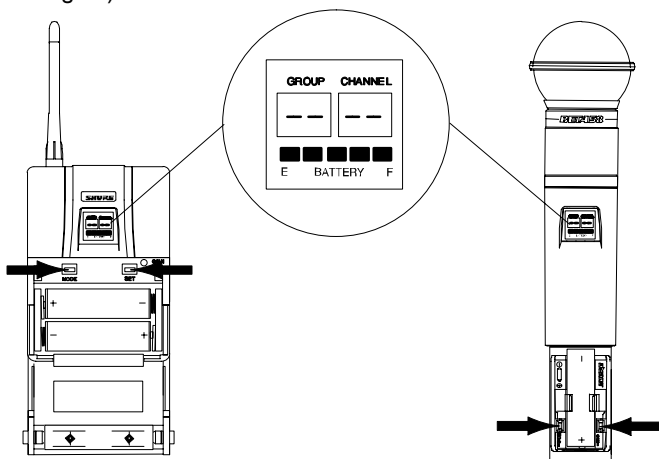

ABBILDUNG 45
3. Um zu überprüfen, ob die Frequenzsicherung eingeschaltet ist, die MODE- oder SET-Taste drücken. Ist die Funktion aktiviert, erscheint „—“ auf der Senderanzeige (Abbildung 45).